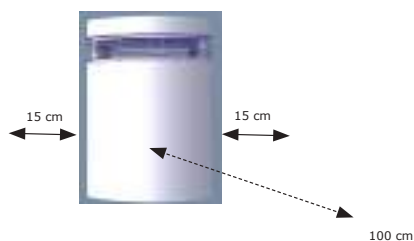

Fig. 4 : Distances minimales de sécurité (devant et cotés; hors salle de bain).
- Respecter les instructions d'installation, les consignes de sécurité, volumes (p. 7) et les distances minimales de sécurité (Fig. 4).
Le radiateur soufflant LITO peut être déplacé à condition de respecter les consignes de sécurité (p.2 à 4) et les distances minimales de sécurité (fig. 4)
En cas de déclenchement de ce dispositif ou de dysfonctionnement, l'appareil s'éteint et le témoin lumineux rouge s'allume (E, fig 4).
Si le filtre est obstrué, le témoin lumineux rouge s'allume (E, fig 4) empêchant le fonctionnement de l'appareil. Procéder au nettoyage selon les instructions d'entretien p. 13.